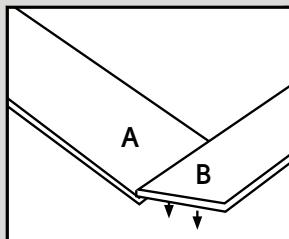

Fig. 4a
- Agarre un tablón "A" y un tablón "B" y colóquelas como se muestra abajo. Incline el borde delantero de la plancha B, deslice la junta y colóquela en posición horizontal (Fig. 4a y 4b).